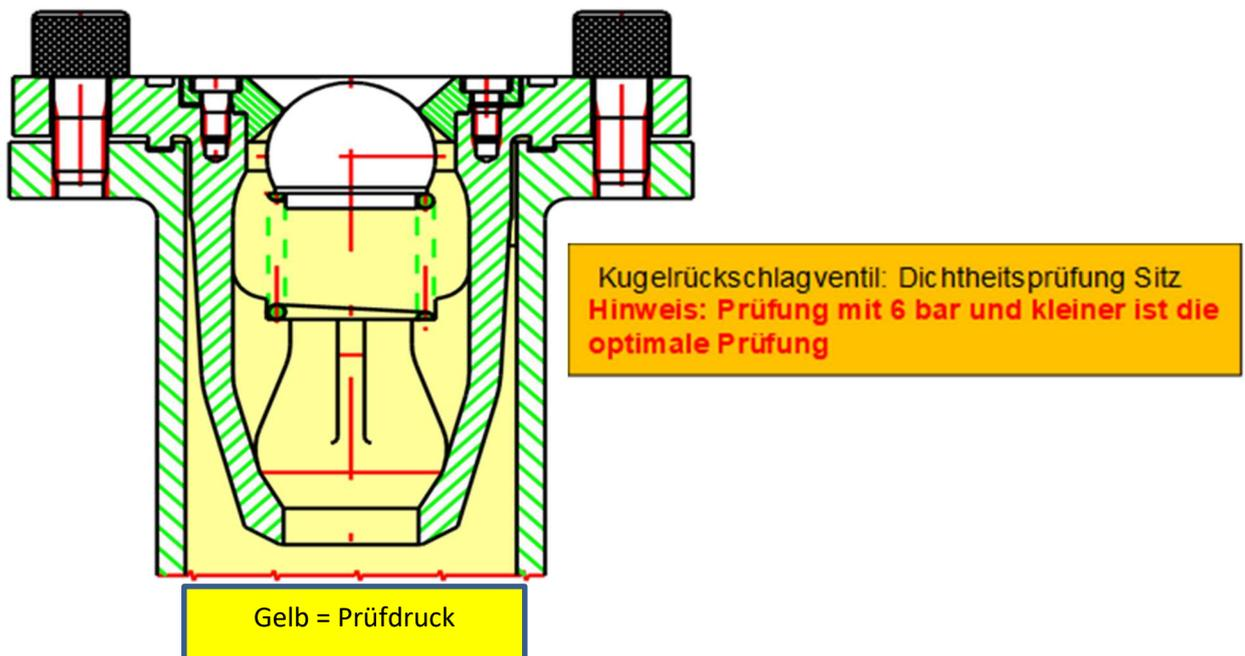

Bild 5: Dichtheitsprüfung Rückschlagventil – Kugelabdichtung
2.5 Pneumatische Prüfung Sitzdichtheit Inneres Ventil - Rückschlagventil Bild 5 - **FÜR NEUE UND INSTANDGESETZTE VENTILE**